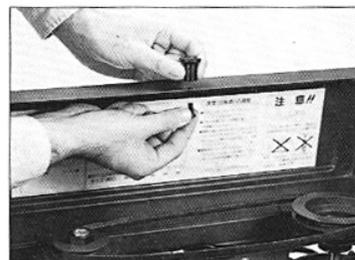

図4
⑬プリーケースのつまみ止めビスをプリーケースの内側から差し込み、外側から⑭プリーケースのつまみを取り付けて下さい。図4